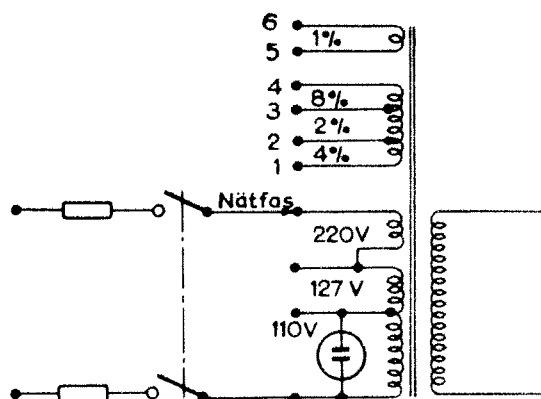

Bild 82. Nättransformator i kraftenhet.
4.1.1 Spänningarna justeras på samtliga nätaggregat genom in- och urkoppling av justerlindningar på transformatorns primärsida. Justeringsmöjligheterna är ± 10 % i steg om 1 % enligt bild 82 och tabell 8.